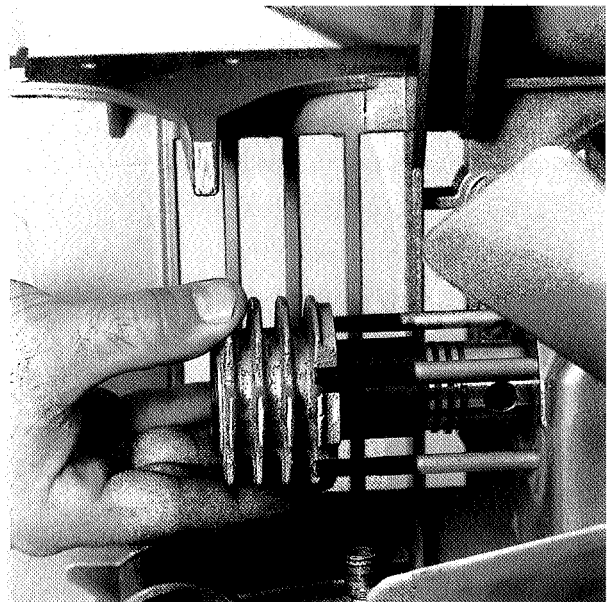

Abb. 11
- Set the piston (3) to top dead center position.
- Pull off cylinder (1). (see fig. 11).
- Remove piston pin (5) snap ring with snap ring pliers and push the piston pin (4) through.
- Take off piston (3).
- Kolben (3) in O. T.-Stellung bringen.
- Zylinder (1) abziehen. (Siehe Abb. 11).
- Kolbenbolzensicherungsring (5) mit Sicherungsringzange entfernen und Kolbenbolzen (4) durchschieben.
- Kolben (3) abnehmen.